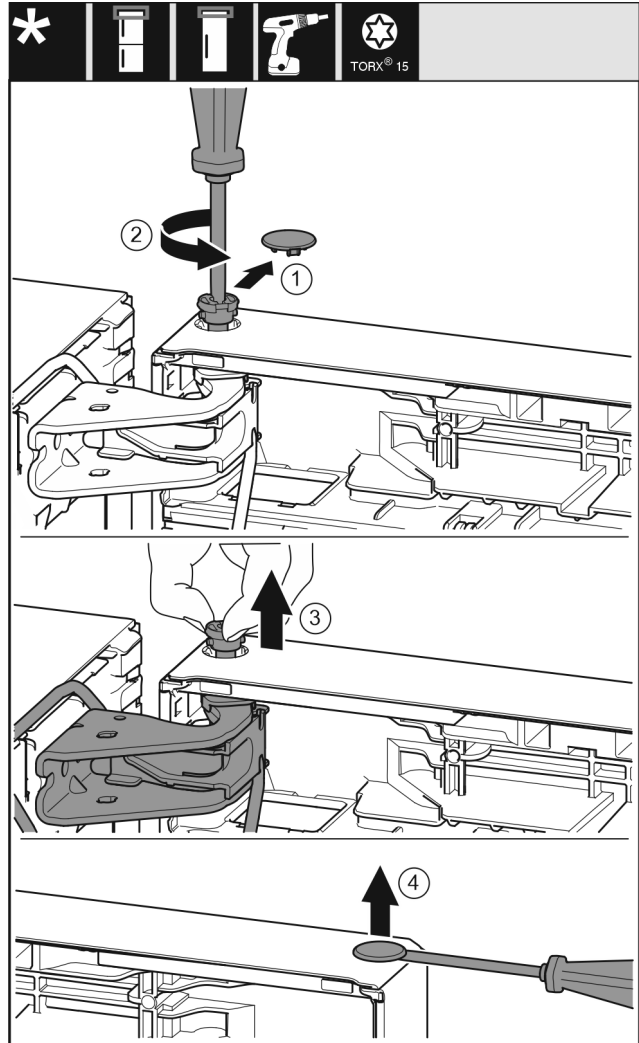

Fig. 10
- ▶ Bezpečnostní kryt opatrně stáhněte. *Fig. 10 (1)*
- ▶ Šroubovákem T15 o kousek vyšroubujte čep. *Fig. 10 (2)*
- ▶ Dveře podržte a čep vytáhněte prsty. *Fig. 10 (3)*
- ▶ Plochým šroubovákem opatrně nadzvedněte zátku z ložiskového pouzdra dveří a vytáhněte ji. *Fig. 10 (4)*